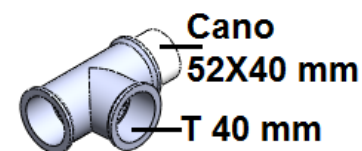

Figura 26. Montagem dos módulos – Módulo 6 – Passo 1
- Passo 1: Junte o cano de 52X40 mm e a conexão “T 40 mm”, como mostrado na figura 26 (2 unidades);